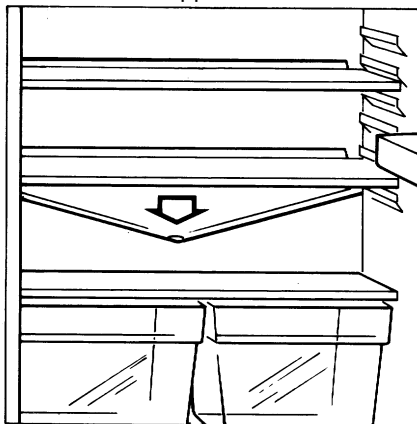

Fig. 19
- ☐ Let erop dat de afvoeropening van het dooiwateropvanggootje in de achterwand van de koelruimte (**Fig. 19**) altijd vrij is. Bij verstopping dient u de afvoeropening met het speciaal voor dat doel geleverde staafje schoon te maken.